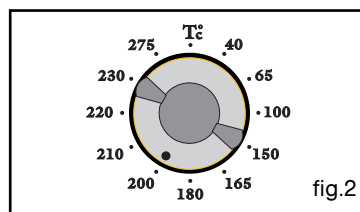

fig.2
##### • Plat multi usages (fig.2)
- Tournez le bouton de droite pour afficher le symbole 0 (fig.2).
Tournez le thermostat (sélecteur de température) sur la température recommandée par votre recette (fig.2).
- Tirez sur le bouton de droite et tournez-le pour mettre l'aiguille "début de cuisson" sur l'heure à laquelle la cuisson doit commencer. (fig.2).